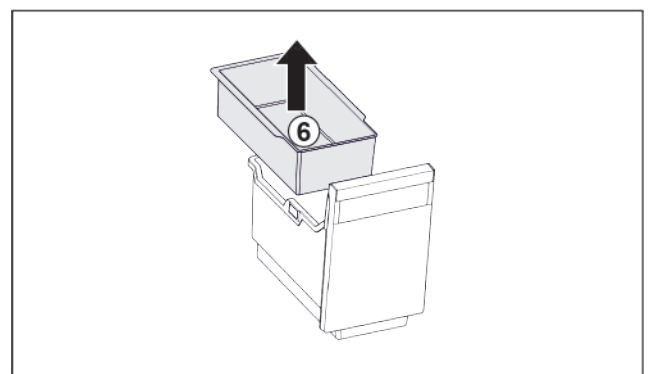

Fig. 19
- ▶ Eihängeschale Fig. 19 (6) entnehmen.